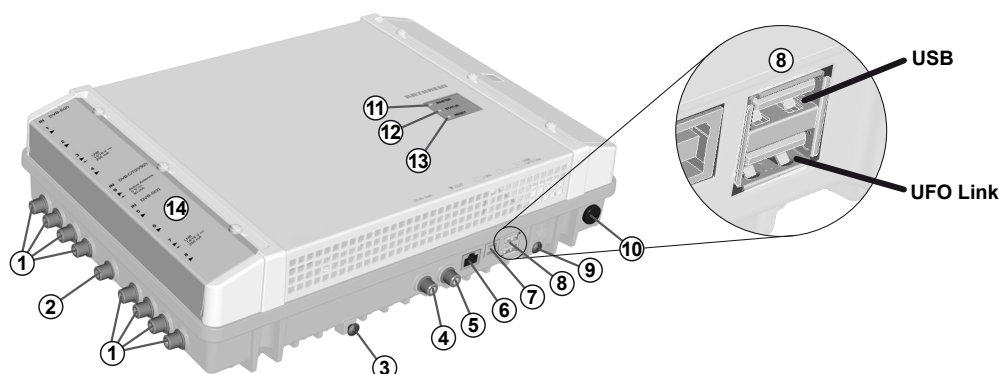

Abb. 1: Geräteelemente
- Gehäuse nicht öffnen und Gerät nicht verändern. Andernfalls erlöschen die Garantie und die Gewährleistung. Ausnahme: Abdeckung der CI-Schächte (Ⓞ in Abb. 1, S. 3)
- Schließen Sie eine Potenzialausgleichsleitung (Cu, $\geq 4 \text{ mm}^2$) an der Erdungsschraube an; siehe ⑨ in Abb. 1, S. 3.
- Die Stecker müssen am Master und Slave in die jeweils passende UFO Link-Schnittstelle gesteckt werden (⑧ in Abb. 1).
- Schließen Sie die HF-Signalleitungen für Antenne, Kabelnetz und Ausgang an die Kopfstellen an; siehe ①, ② und ③ in Abb. 1, S. 3. Achten Sie darauf, die Ein- und Ausgangsleitungen dem Master und dem Slave richtig zuzuordnen.²⁾